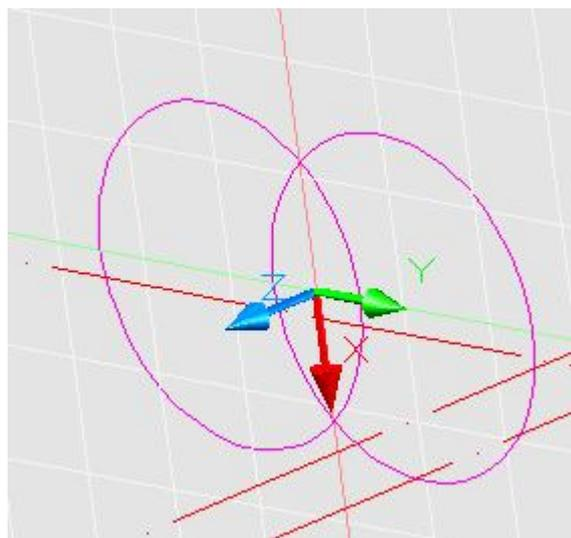

Рис. 17
19. Из начала координат создаем контур сечения. Выбираем команду , затем в боковом меню выбираем позицию **Center, Radius** и строим по координатам две окружности **0,10, 15** и нажимаем **enter**. Вторая окружность строиться аналогично, только центр и радиус будут **0,-10, 15** и нажимаем **enter** (см. рис. 17).